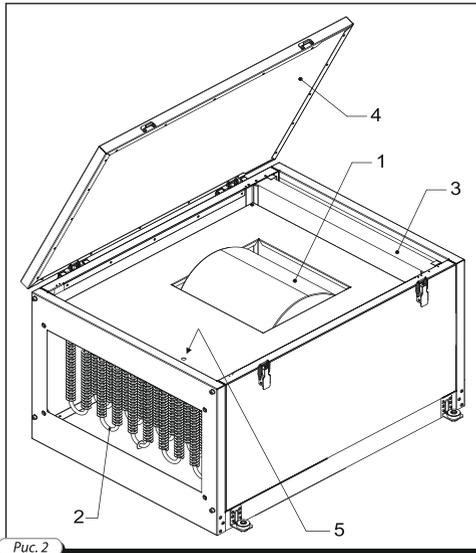

Рис. 2
**Установка Blaubox ME** позволяет регулировать расход воздуха, температуру воздуха (подогрев), а также его фильтрацию. Внешний вид **установки Blaubox ME** показан на рис.2